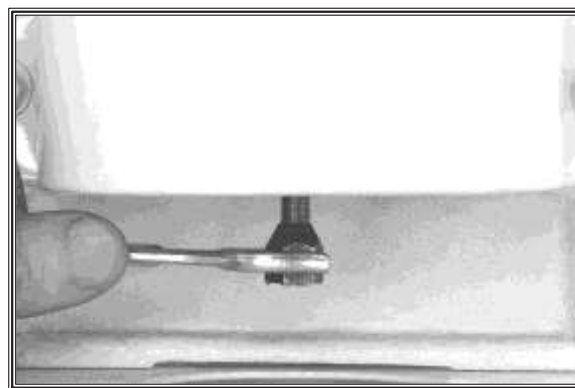

Figura 38. Removiendo la tuerca de la barra de tiro.
4. Afloje y remueva la tuerca cónica (Figura 38) mientras que sostiene la parte superior de la flecha con una llave inglesa.